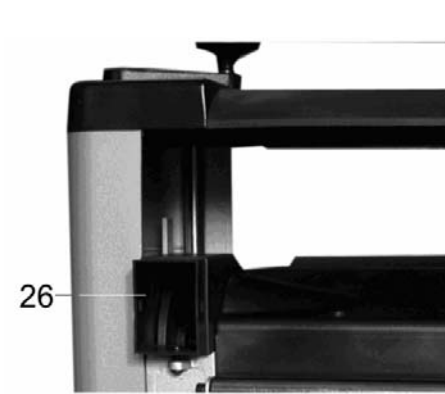

Рис.6
8.5. На канал (26), Рис. 6, установите патрубок пылесборника (18). На патрубке пылесборника (18) хомутом (17) закрепите пылесборник (16).